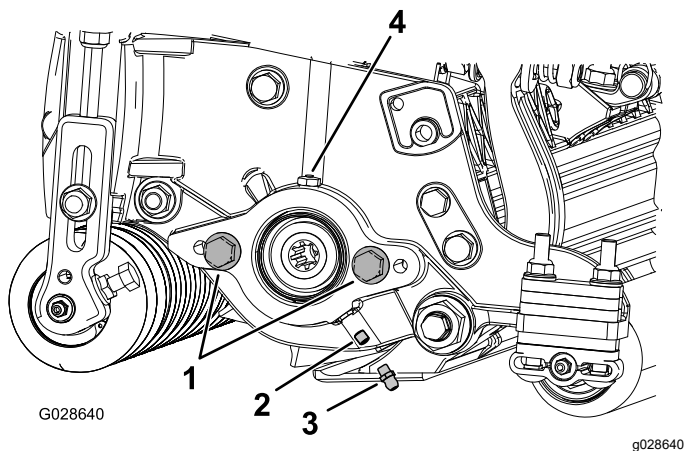

Figura 4
1. Togliete ed eliminate la vite di fermo sulla piastra laterale del motore dei cilindri (Figura 4).
- Montate il raccordo d'ingrassaggio diretto (Figura 4).
- Se non sono presenti bulloni senza dado sulla piastra laterale del motore dei cilindri, montateli (Figura 4).
- Ingrassate la piastra laterale fino a quando il grasso in eccesso non fuoriesce dallo spurgo del grasso (Figura 4).